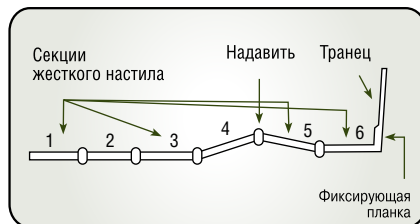

рис. 4
- Установите пайол 6 встык с транцем лодки под фиксирующую планку (рис. 4).